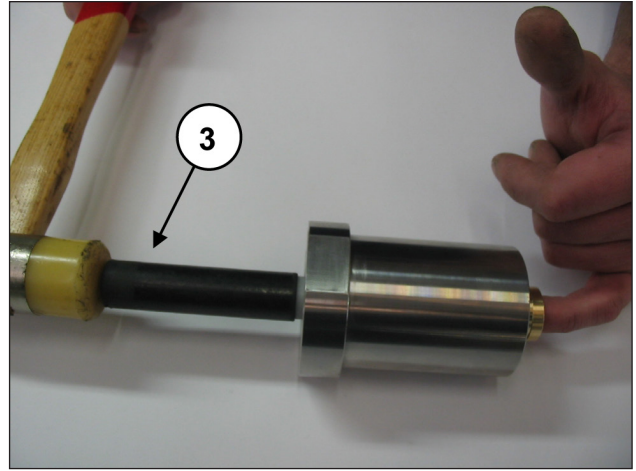
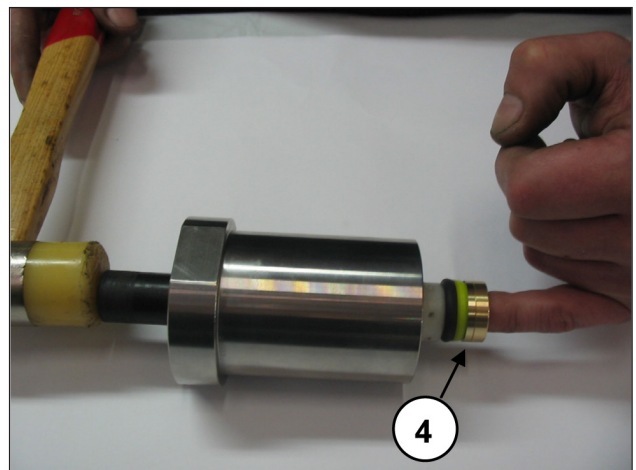

Fig. 52
Fig. 53
- Com a camisa separada do suporte de vedação e com um pino especial em material plástico, ③ conforme indicado na Fig. 52, faça esvaziar o pacote do HP (alta pressão) ④ operando como na Fig. 53.
**A cada desmontagem, o pacote do HP ④ Fig. 53 deverá ser substituído.**